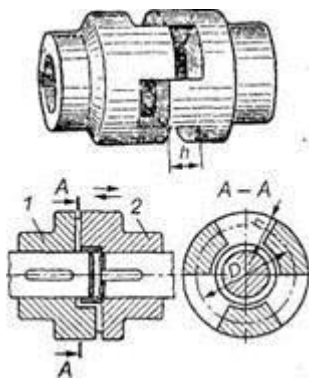

Рис.10. Кулачковая муфта: 1,2—полумуфты
*Кулачковые муфты* (см. рис.10) состоят из двух полумуфт 1 и 2, имеющих кулачки на торцовых поверхностях. Включение муфты осуществляется за счет полумуфты 2, которая может передвигаться вдоль вала по направляющей шпонке или по шлицам.